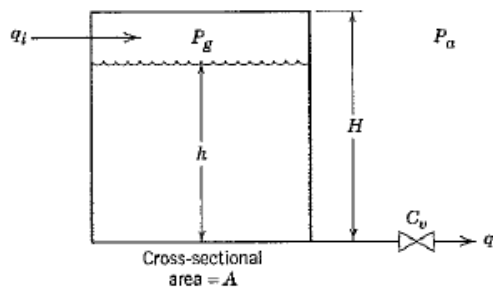

Figura 5 – Tanques selado da questão 5.
5) Considere um tanque selado com líquido e um gás não condensável acima do líquido, como mostra a Figura 5. Apresente o modelo dinâmico do nível do tanque (h) variando com a entrada q_i . Esta operação é dependente da pressão atmosférica P_a ? E se o tanque fosse aberto para a atmosfera?